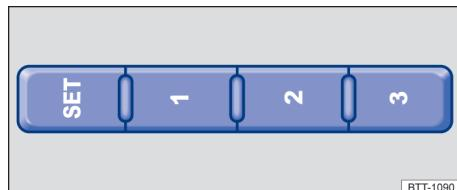

Fig. 100 Parte externa do banco do condutor: botões de memória.
- Pressionar o botão **SET** por mais de um segundo → **Fig. 100**.